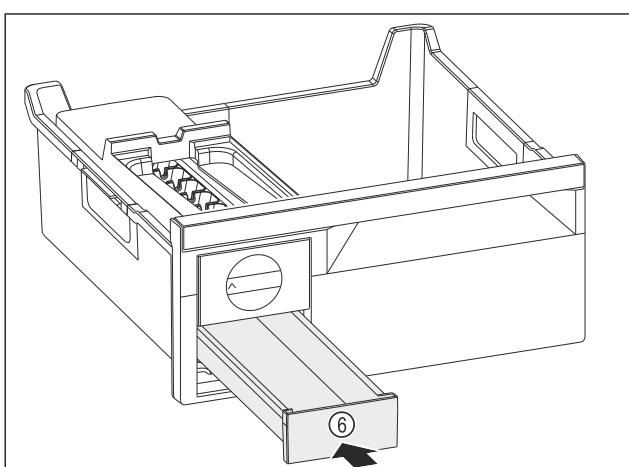

Fig. 136
- Predal za ledene kocke Fig. 136 (6) potisnite noter.